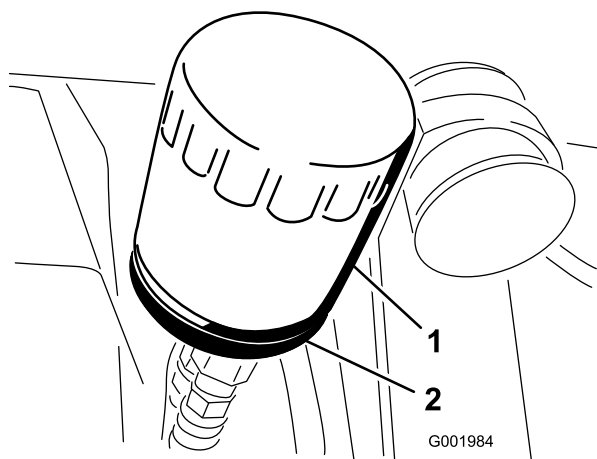

Figura 49
- Togliete il filtro dell'olio (Figura 49).
- Montate il nuovo filtro dell'olio sull'adattatore. Girate il filtro in senso orario finché la guarnizione di gomma non tocca l'adattatore, quindi serrate il filtro di un altro mezzo giro (Figura 49).